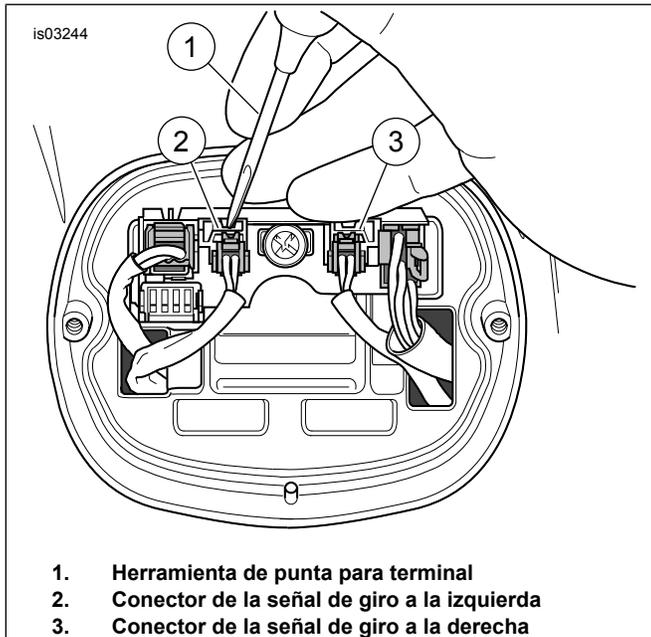

Figura 3. Extracción de los conectores de las señales de giro
4. Vea la Figura 3. Usando una herramienta de punta para terminal (1) presione las lengüetas de bloqueo y desconecte los conectores de las señales de giro (2 patillas) (2, 3) de la plaqueta.